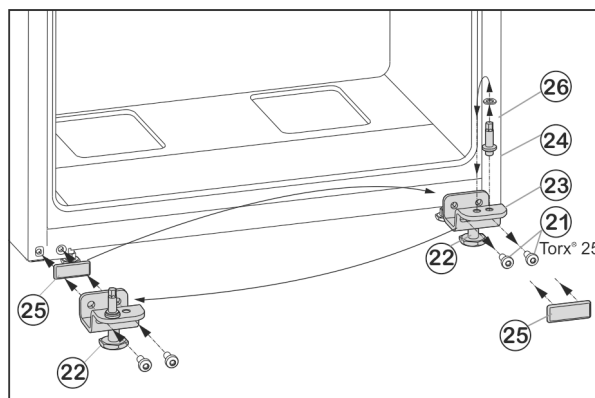

Fig. 7
- ▶ Odvijte pričvrzne vijke Fig. 7 (21).
- ▶ Skinite cijeli podložak ležaja dolje Fig. 7 (23) zajedno sa svornjakom ležaja Fig. 7 (24), pločicom Fig. 7 (26) i podesivom nožicom Fig. 7 (22).
- ▶ Potpuno odvijte svornjak ležaja Fig. 7 (24) zajedno s pločicom Fig. 7 (26), premjestite ga u suprotnu prihvatnu rupu podloška ležaja i ponovo zavijte.
- ▶ Pažljivo skinite poklopac Fig. 7 (25) i premjestite ga na drugu stranu.
- ▶ Cijeli podložak ležaja dolje *Fig. 7 (23)* zajedno sa svornjakom ležaja *Fig. 7 (24)*, pločicom *Fig. 7 (26)* i podesivom nožicom *Fig. 7 (22)* ponovno pričvrstite na novoj strani šarke, po potrebi uz pomoć odvijača na baterije (**s 4 Nm**).
- ▶ Stavite donja vrata odozgo na svornjak ležišta *Fig. 7 (24)*.
- ▶ Odvijte podesivu nožicu *Fig. 7 (22)* napodlošku ležaja dolje *Fig. 7 (23)* tako da se podupre o pod.